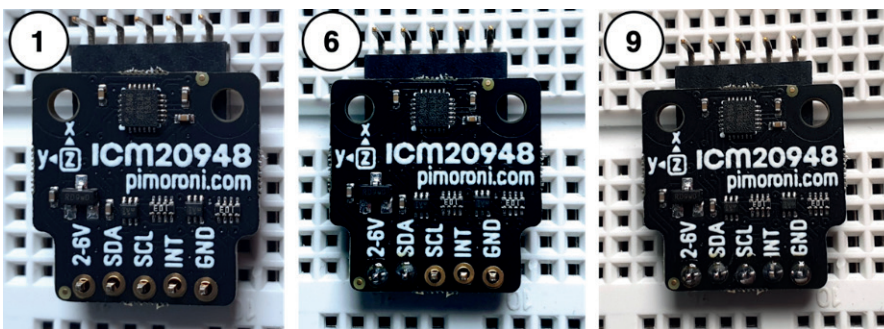

Рис. 12.3. Этапы пайки PIM448
На рис. 12.3 процесс пайки модуля показан пошагово.
Чтобы создать паянное соединение, выполните следующие шаги (обращаясь к рис. 12.3).
1. Нам необходимо, чтобы компонент оставался неподвижным, пока припой остывает. На рис. 12.3 мы видим, что модуль РІМ448 надет на контакты типа «штекер», которые входят в макетную плату снизу. Отличный способ зафиксировать компонент – вставить длинную сторону разъемов в макетную плату так, чтобы наше устройство было сверху; для этого мы используем контакты типа «штекер». Контакты типа «гнездо» мы используем в качестве опоры с другой стороны.
6. В середине на рис. 12.3 показан следующий шаг. Здесь я припаял два вывода. С этого момента работать становится проще, поскольку плата уже зафиксирована. Переходим к следующему контакту и повторяем действие – нагреваем вывод и контактную площадку, затем наносим припой.
9. Повторите шаги для оставшихся контактов. Справа на рис. 12.3 показано, как должен выглядеть IMU с припаянными контактами.